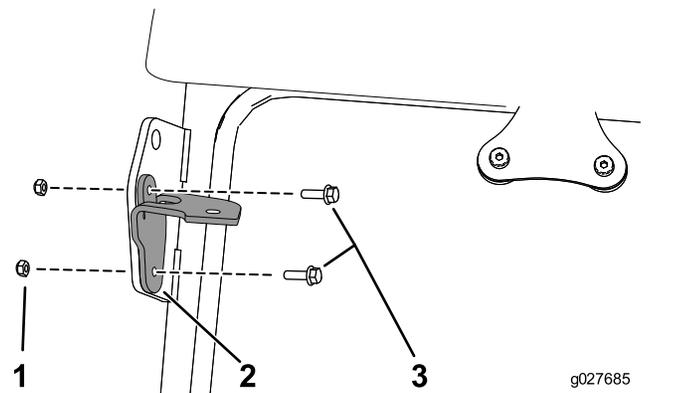

Bild 2
1. Befestigen Sie die rechte Befestigung mit zwei Schrauben (M6) und zwei Muttern an der Hebestelle vorne rechts an der Kabine (Bild 2).
2. Befestigen Sie die linke Befestigung mit zwei Schrauben (M6) und zwei Muttern an der Hebestelle vorne links an der Kabine (Bild 2).